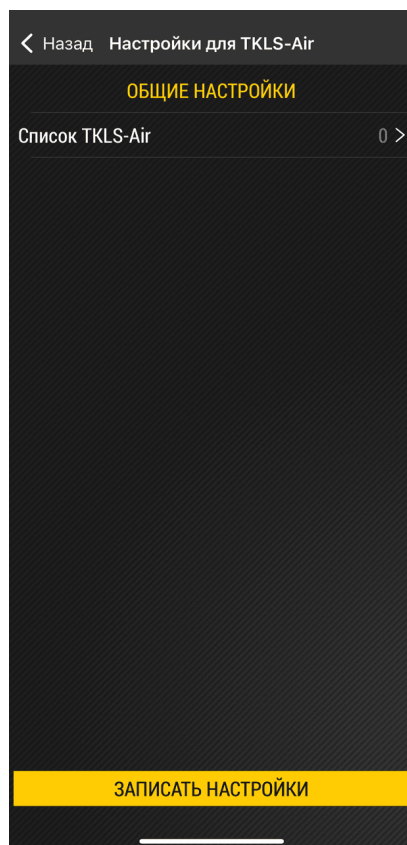

Рис.20. Запись настроек
11. По окончании настроек нажмите кнопку **«Записать настройки»** (Рис.20).